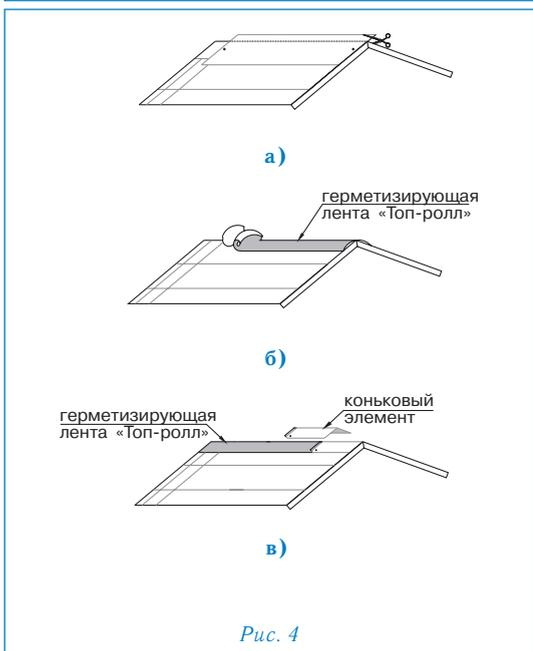

Рис. 4
Конек (рис. 4)
- Верхний ряд черепицы ПРЕСТИЖ НОВЫЙ РИМ ЦИНК-ТИТАН доводится до линии конька (ребра), выступающие части листов обрезаются (рис. 4а);
- линии коньков и ребер герметизируются специальной самоклеящейся лентой «Топ-ролл» (рис. 4б);
- далее устанавливаются внахлест специальные коньковые элементы (направление укладки по преимущественному направлению ветра). Каждый коньковый элемент плотно прижимается к основанию кровли и фиксируется двумя гвоздями из нержавеющей стали длиной 35 мм, которые перекрываются следующим коньковым элементом (рис. 4в).